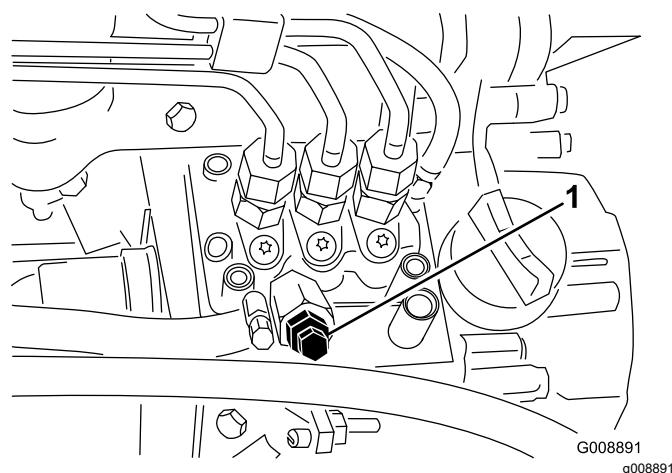

Рисунок 86
4. Выверните продувочный винт из насоса для впрыска топлива (Рисунок 86).